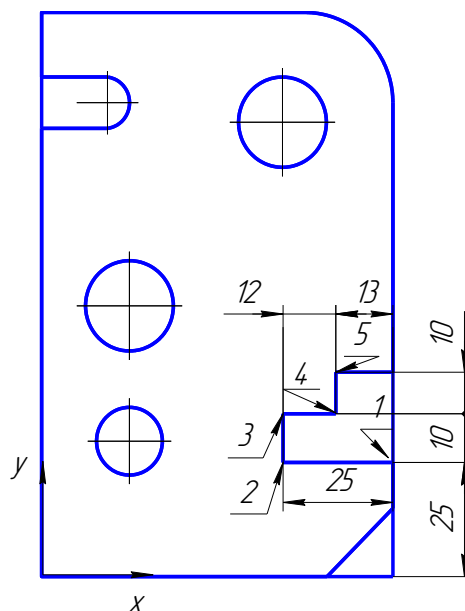

Рис. 5
9. Вырезаем паз сложной конфигурации (рис. 5). Строим паз через ввод отдельных отрезков. Чтобы построить произвольный отрезок, вызовите команду  **Отрезок**. Задайте начальную точку отрезка **т.1** $x = 80$, $y = 25$, введите длину отрезка 25, положение конечной точки **т.2** отрезка будет определено автоматически. Для построения отрезка между точками 2 и 3 в соответствующие поля **Панели свойств** введите длину отрезка 10 и значение угла 90° , а начальную точку отрезка укажите мышью. Остальные отрезки строим аналогично.